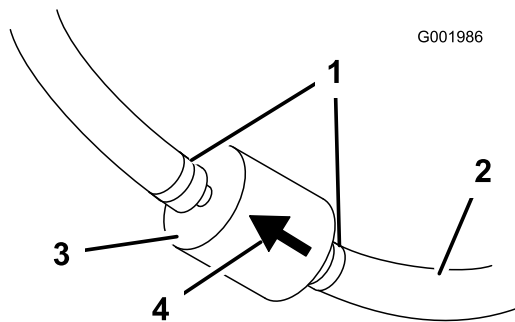

Figura 43
5. Apriete los extremos de las abrazaderas y deslícelas por el tubo alejándolas del filtro (Figura 43).